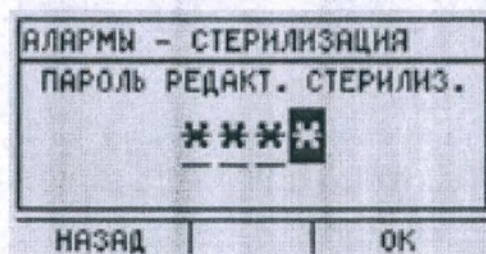

рис. 44
- Доступ к меню СИГНАЛЫ ТРЕВОГИ, - СТЕРИЛИЗАЦИЯ может быть защищен паролем (рис. 44).